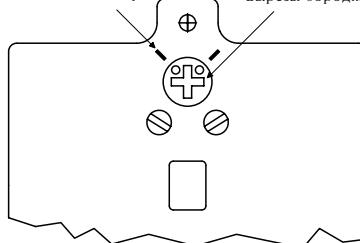

fig. 6
- в) Смонтировать новый цилиндр, обращая внимание на то, чтобы вырезы на пластинке цилиндра соответствовали с вырезами бородки цилиндра (рис.6)